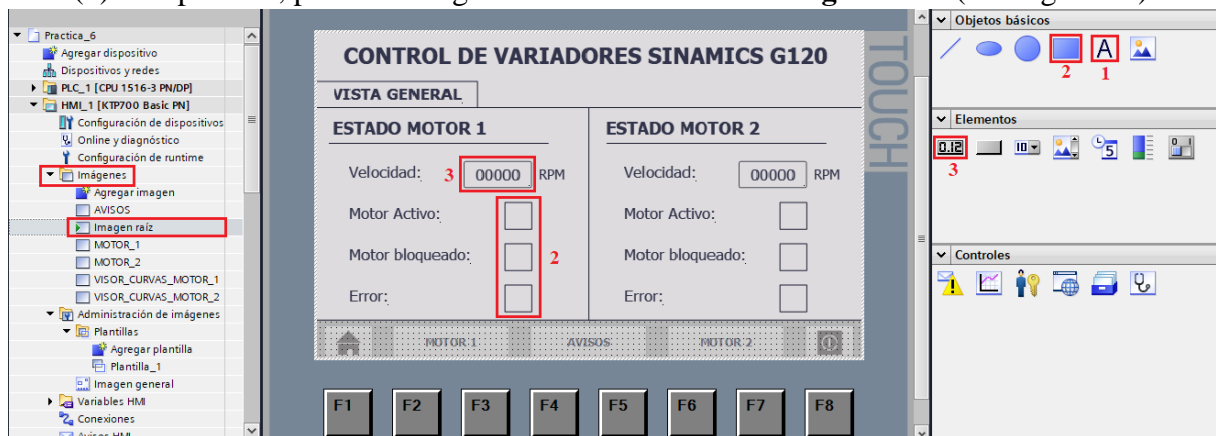

Figura 38. Configuración Imagen Raíz.
- A continuación, se muestra la disposición de los elementos usados: (1) Texto, (2) Rectángulo, (3) Campos E/S, para la configuración de la ventana “**Imagen raíz**” (ver Figura 38).